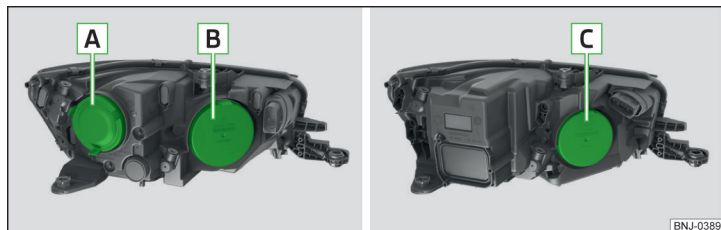

Fig. 285 Faro frontal izquierdo: Halógeno / LED
Orden de bombillas » fig. 285
- Retirar la tapa protectora **A** o **B** » fig. 285 de la pág. 246.
- Colocar la tapa protectora **A** o **B** » fig. 285 de la pág. 246.
- Retirar la tapa protectora **B** o **C** » fig. 285 de la pág. 246.
- Colocar la tapa protectora **B** o **C** » fig. 285 de la pág. 246.